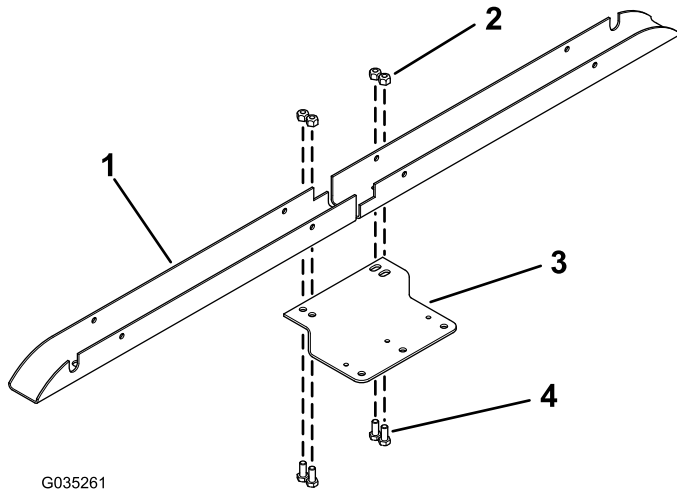

Figura 3
1. Instale el soporte de la luz de trabajo a los 2 perfiles de montaje de las luces con los 4 pernos de cabeza hexagonal (5/16" x 3/4") y 4 contratuercas (5/16"), según se muestra en la Figura 3.